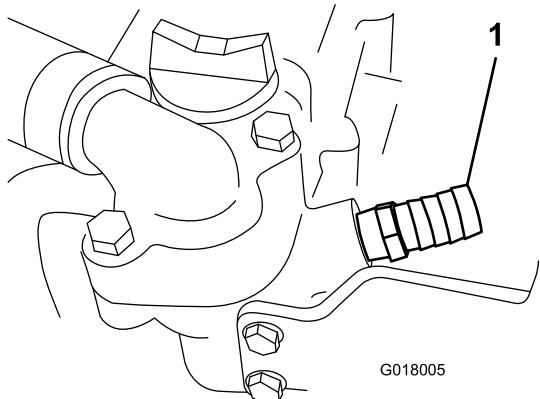

Figura 20
2. Coloque um recipiente para gotas. Retire a tomada debaixo e à frente da caixa do termostato, aplique vedante de tubos nas roscas do encaixe recto de 5/8 pol. e instale-o na unidade (Figura 20).